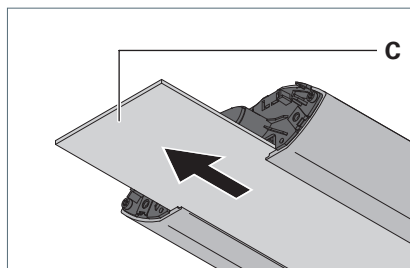

Fig. 18: Estrazione della copertura.
- Tirare la copertura a plasma **C** oppure la griglia parabolica fuori dall'apparecchio d'illuminazione, vedi Fig. 18.